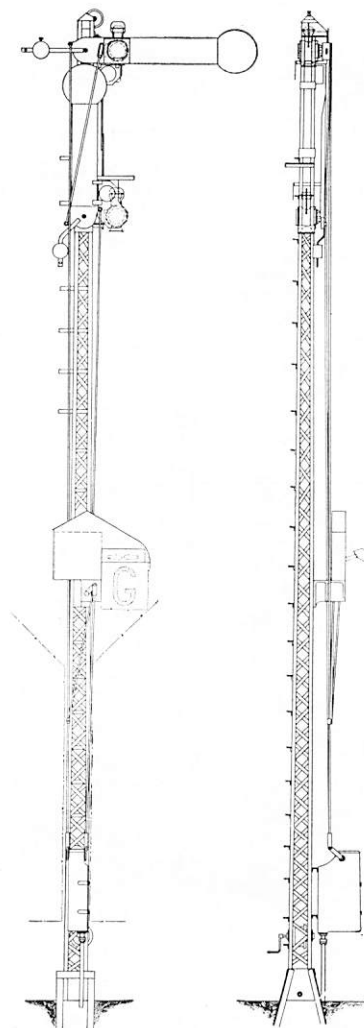

Bild 12. Elektr. manövrerad norsk utfartssignal med tavlor för litterasignalering.
- 6) Event. önskade särskilda anordningar å semafor, såsom lykthisskontakt (för elektrisk belysning), vingkontakt, elektrisk vingkoppling, direkt växelförregling, fastsättningsjärn för signaltavla (med eller utan tavlan) och konsol för handsignallykta för nödhjälpsignalering, tavlor för nummer- eller litterasignalering (bild 12).